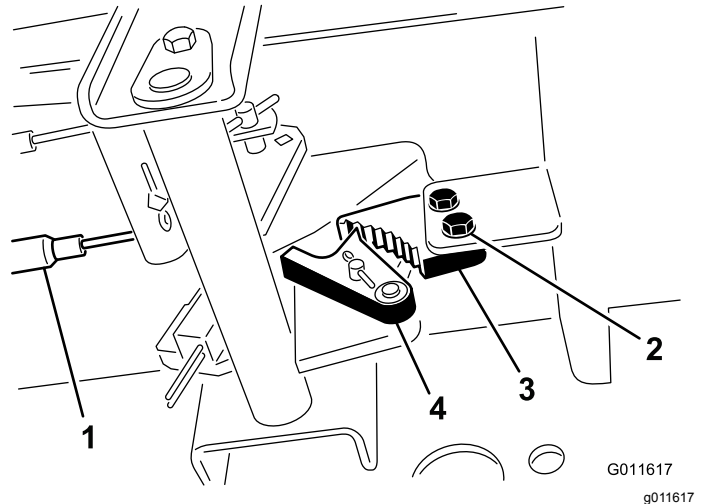

Figura 65
1. Allentate le due viti che fissano il nottolino del freno di stazionamento al telaio (Figura 65).
2. Premete in avanti il pedale del freno di stazionamento finché il fermo non s'innesta completamente nel nottolino del freno (Figura 65).